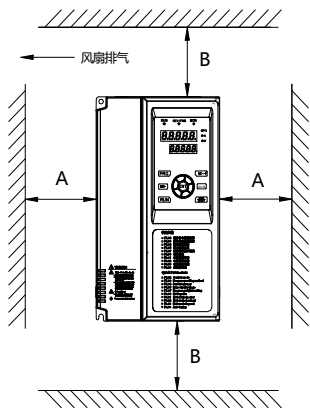

图 2-1 安装的间隔距离图
- (1) 一般情况下应立式安装。
- (2) 安装间隔及距离最小要求如图 2-1 所示。